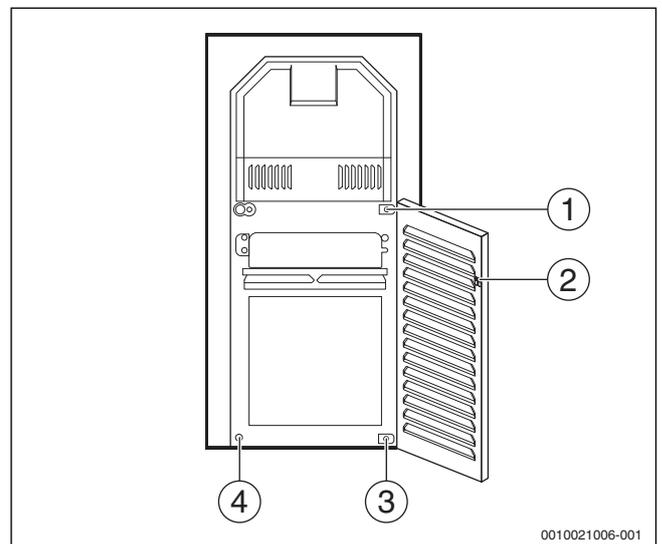

Bild 9 Vortür montieren
- ▶ Haltebock mit Kerbstift (→ Bild 9, [3]) einsetzen und lose anschrauben.